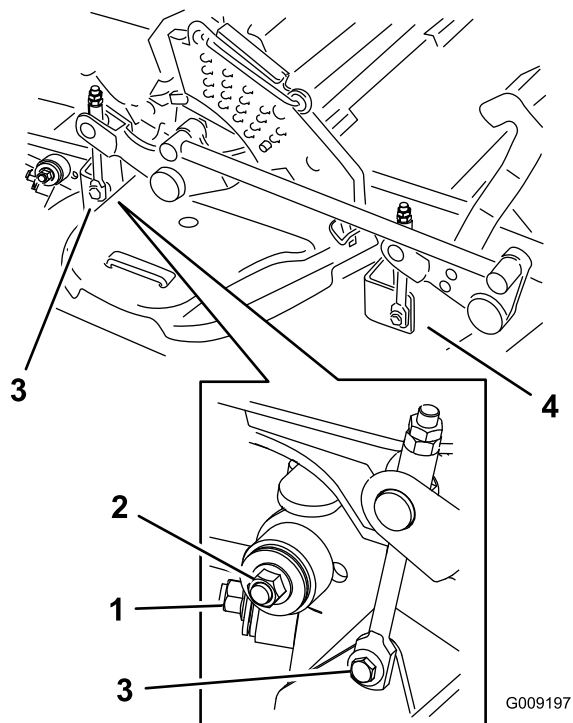
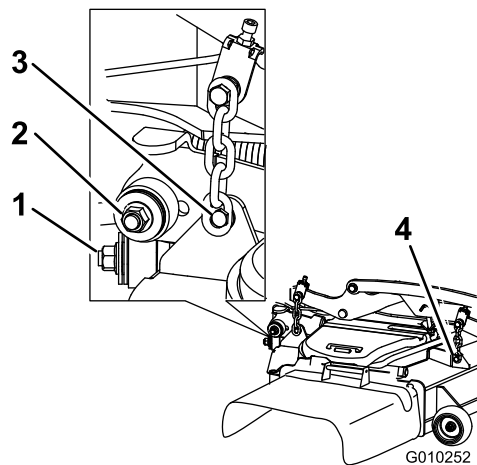

Figura 104
Figura 105
7. Retire y guarde los herrajes de ambos lados de la carcasa, según se muestra en Figura 104 o Figura 105.